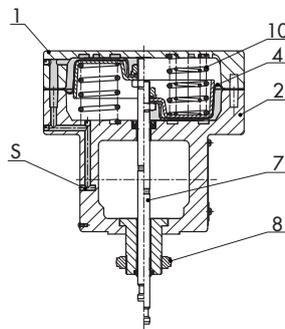

Fig. 8: Tipo 3277-5 para montaje integrado de accesorios (120 cm²)
- **Tipo 3277-5 · Superficie de membrana 120 cm²**, carcasa de fundición de aluminio para el montaje integrado de accesorios (Fig. 8), opcional con volante manual adicional (Fig. 5)